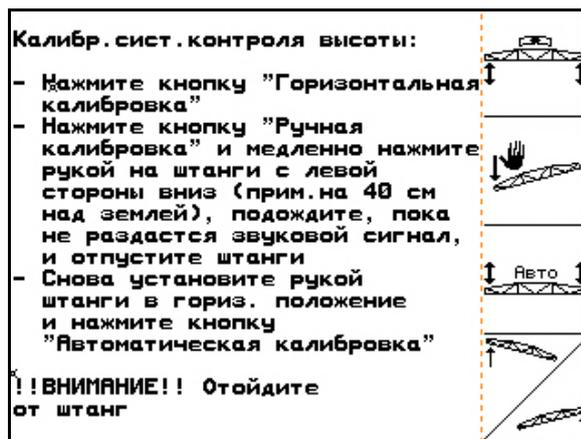

Рис. 31
1. Нажатием  (Рис. 31) запустите автоматическую калибровку.